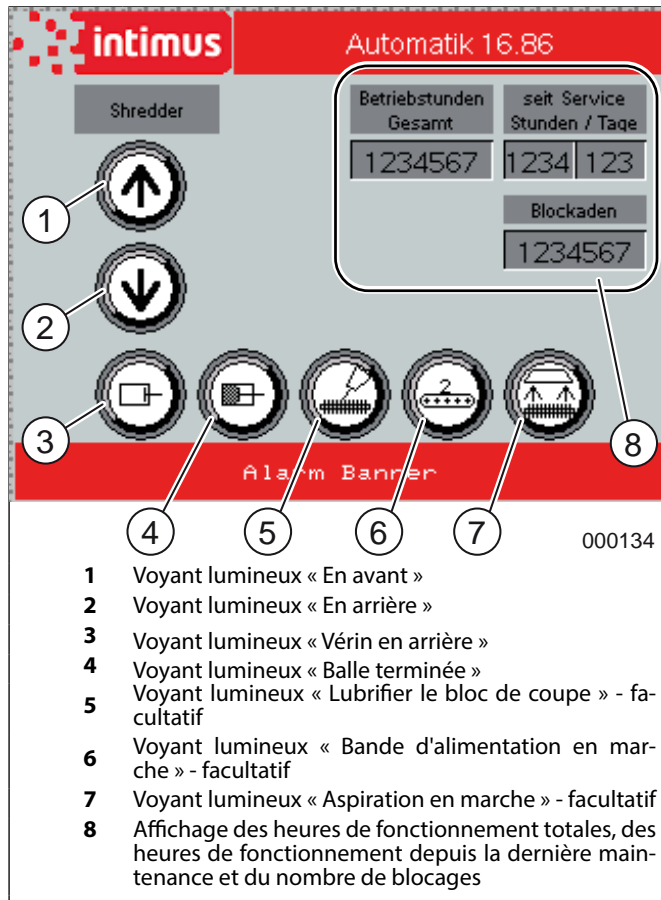

fig. 11 Écran « Mode automatique »
Écran principal « Mode automatique » (fig. 11)
C) Éjection sans ficelage dans le sac en plastique (petits morceaux) (fig. 11 et 13)